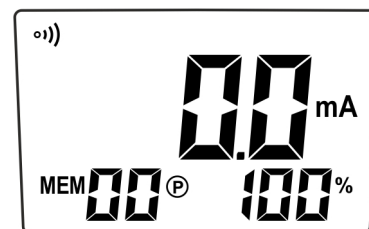

Fig. 20
2. El instrumento muestra el mensaje “**OL Ω**” en el visualizador, ya que se configura automáticamente para la medida de resistencia. Realice una breve pulsación de la tecla **▲A** para entrar en el modo de medida de la corriente. Se muestra la pantalla de la Fig. 20.